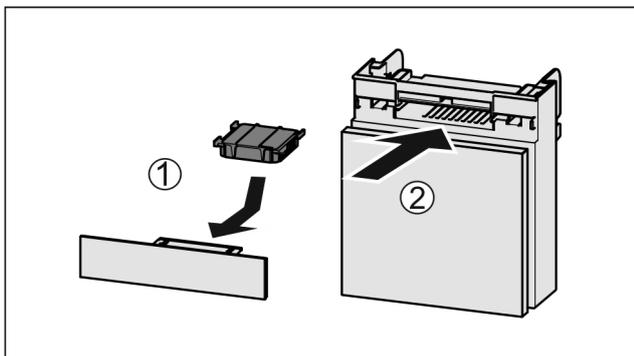

Fig. 177
- ▶ Aktivkohlefilter nach Abbildung einsetzen *Fig. 177 (1)*.
- ▶ Fach einschieben *Fig. 177 (2)*.